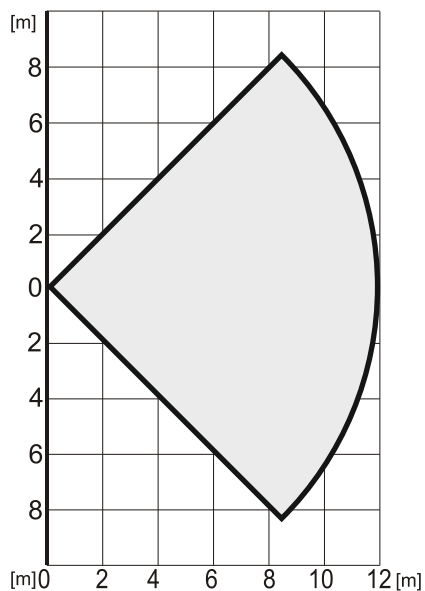

Abbildung 3. Diese Erkennungscharakteristiken gelten für die standardmäßige PIR-Immunität.
Der Melder ist mit einem Objektiv (2) ausgestattet, das eine Fläche von 90° / 12 m abdeckt. Der Bereich wird von 3 Strahlern (Vorhängen) abgedeckt – siehe Abbildung 3. **Das Objektiv kann nicht durch ein Objektiv eines anderen Typs ersetzt werden.** Diese Erkennungscharakteristiken sind für weiße und graue Objekte gleich.